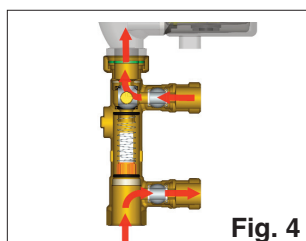

Fig. 4
- Umpleți instalația cu lichidul pentru curățare, lăsându-l să circule cât este necesar pentru eliminarea tuturor impurităților (vezi fig.4);
- Die Anlage mit der Spülflüssigkeit befüllen und die Flüssigkeit so lange in der Anlage zirkulieren lassen, bis die Anlage vollständig gereinigt ist (siehe Abbildung 4);
- Anschließend Anlage mit geeigneter Solarflüssigkeit befüllen und gründlich Spülen bis die Anlage entlüftet ist (Abb. 4);